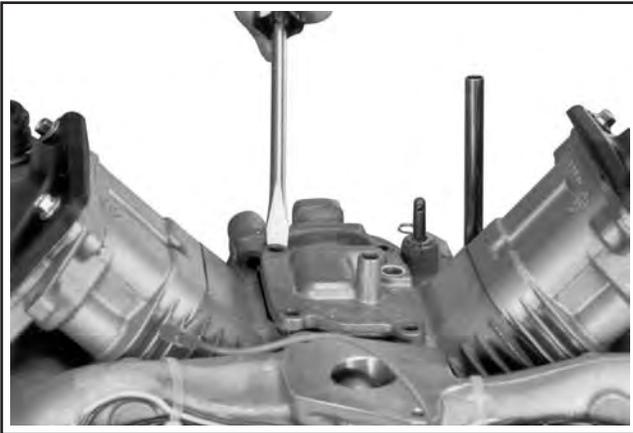

Abbildung 9-41. Öffnung der Dichtung des Entlüfterdeckels.
4. Einen Schraubenzieher unter die hervorstehende Kante des Entlüfterdeckels führen und durch Hebeln die RTV-Dichtungsmasse oder die Dichtung öffnen. Siehe Abbildung 9-41. Den Hebel nicht an den Dichtungsflächen ansetzen, da ansonsten Beschädigungen und somit Lecks entstehen können. Bei den meisten Motoren kommen geformte Dichtungen anstatt RTV-Dichtungsmasse zum Einsatz.